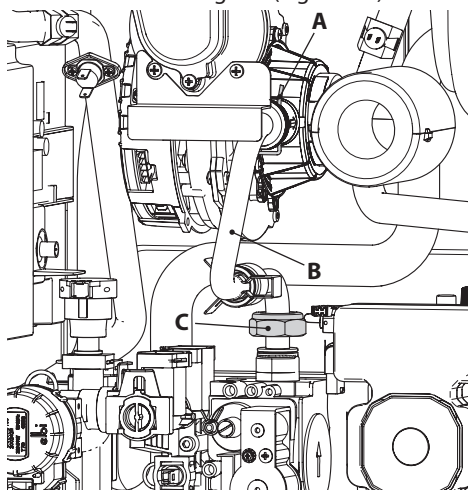

Figura 8.1
- Togliere la forcina **A**, svitare il girello **C** ed estrarre il tubo del gas **B** (Figura 8.1).
! **Attenzione per rimontare eseguire le operazioni effettuate in senso inverso, stando attenti a non rovinare la guarnizione OR del tubo gas quando si inserisce il tubo nel mixer aria/gas ed eseguire la prova di tenuta gas dopo aver stretto il girello del tubo gas (Figura 8.1).**